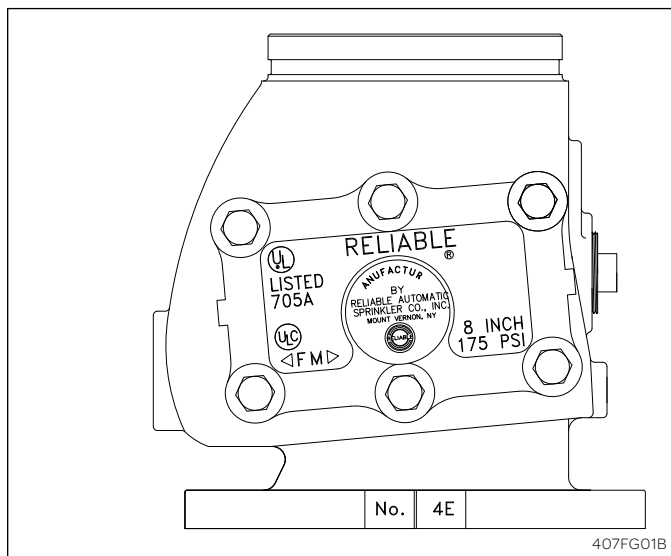

Fig. 1
- Standard US flänsat inlopp och utlopp med spår (fig. 1):